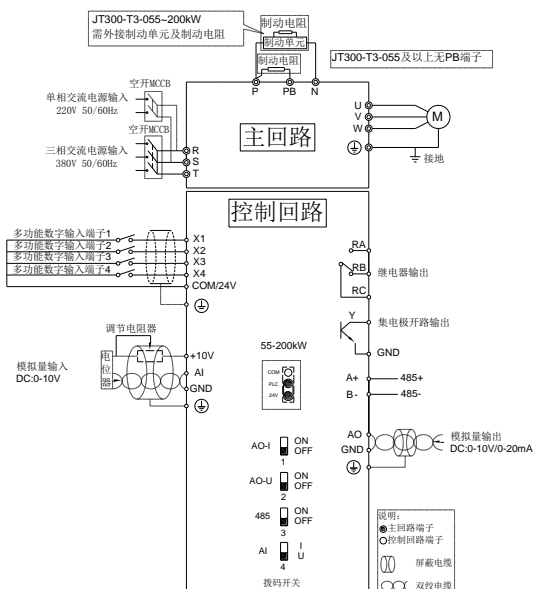

图 1-3 变频器 55-200kW 接线示意图
3. JT300 系列变频器 55-200kW 接线方式如图 1-3 所示: